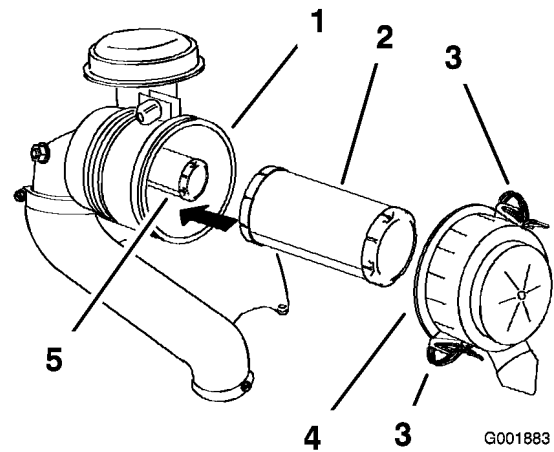

Bild 35
- Lösen Sie die Riegel am Luftfilter und ziehen Sie die Abdeckung vom Luftfiltergehäuse ab (Bild 35).
- Schieben Sie den Hauptfilter vorsichtig aus dem Luftfiltergehäuse heraus (Bild 35).
2. Wenn Sie den Sicherheitsfilter austauschen, schieben Sie ihn vorsichtig in das Filtergehäuse ein (Bild 35).
3. Schieben Sie den Hauptfilter vorsichtig auf den Sicherheitsfilter (Bild 35).
4. Bringen Sie die Luftfilterabdeckung so an, dass die Seite mit **UP** nach oben zeigt, und rasten Sie die Riegel ein (Bild 35).